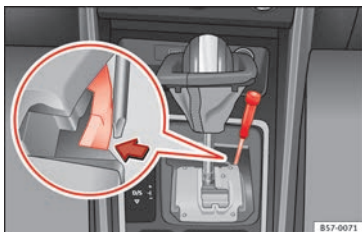

Abb. 54 Wählhebel: Notentriegeln aus der Parkstellung
- Drücken Sie seitlich mit Hilfe des Schraubendrehers auf die gelbe Entriegelungstaste und halten Sie sie gedrückt **Abb. 54**.